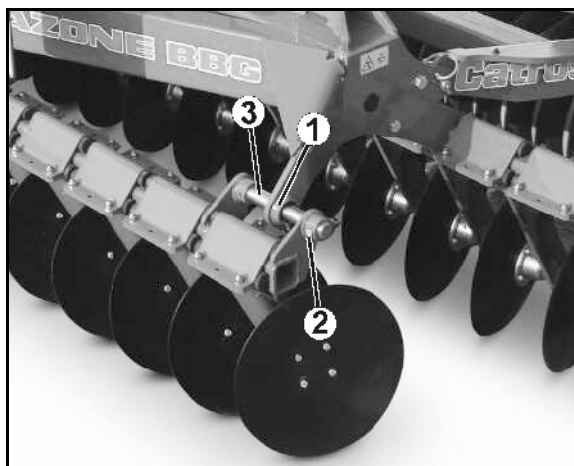

Рис. 36
Для замены подвижной опорной штанги (Рис. 36/1) поставьте разложенный агрегат так, чтобы не было нагрузки на подвижную опорную штангу.
1. Ослабьте резьбовое соединение (Рис. 36/2) смещающегося вала (Рис. 36/3).